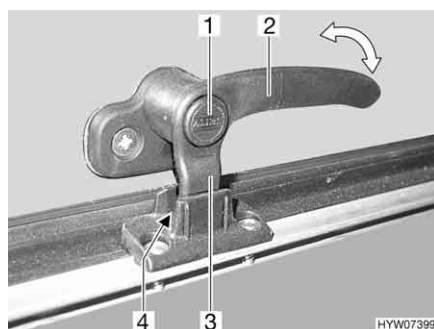

Fig. 23 Leva di serraggio in posizione "Aerazione continua"
- In posizione di "Aerazione continua" (Fig. 23)
- Premere il bottone di sicurezza (Fig. 23,1) e mantenerlo premuto.
- Ruotare la leva di serraggio (Fig. 23,3) di un quarto di giro verso il centro della finestra.
- Girare nuovamente all'indietro la leva di serraggio. Riportare contemporaneamente il nasello di chiusura (Fig. 23,3) della leva di serraggio nella rientranza della chiusura della finestra (Fig. 23,4).
- Rilasciare il bottone di sicurezza (Fig. 23,1).